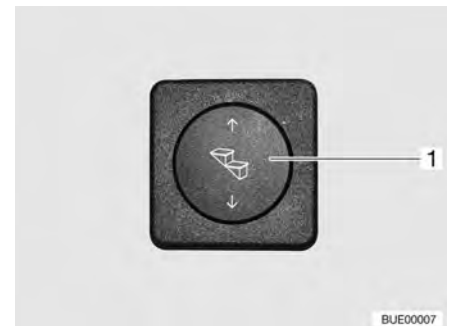

Fig. 9 Conmutador de mando del escalón de entrada
- Pulsar la parte inferior del interruptor basculante (Fig. 9,1) y mantenerlo pulsado (por lo menos 3 segundos) hasta que esté completamente extraído el escalón de entrada.
- Pulsar el interruptor basculante (Fig. 9,1) por arriba hasta que haya introducido completamente el escalón de entrada.